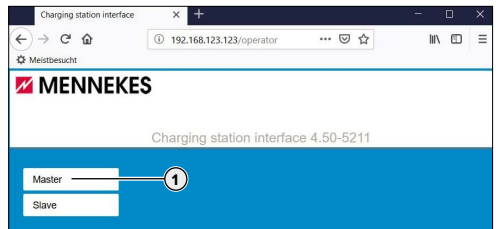

Abb. 20: Auswahlseite: Master - Satellite
- ➔ "Abb.: 20. Auswahlseite: Master - Satellite"